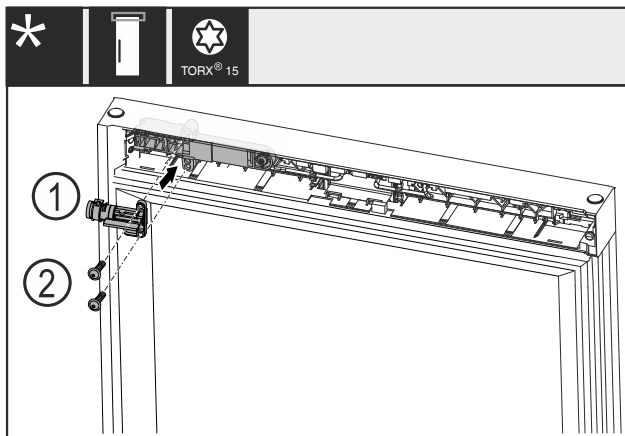

Fig. 14
- Mechanisches Schloss Fig. 14 (1) um 180° drehen und auf Gegenseite montieren.
- Mechanisches Schloss Fig. 14 (1) mit Schrauben Fig. 14 (2) befestigen.